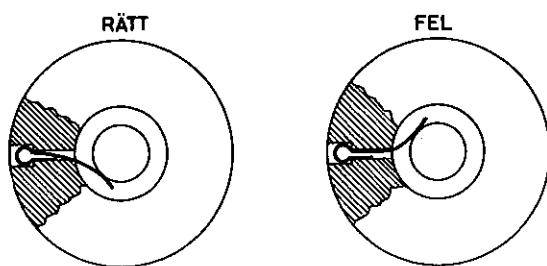

Bild 85. Släpkontaktens anläggning
6. Skjut av kuggremmen (2) från det lilla remhjulet.
7. Lossa skruvarna (6) på låsringen (8) och vrid axeltappen (7) så att kedjorna blir så slaka som möjligt.
8. Skruva loss de båda lagerbockarna (4).
- att vevaxeln träas in på rätt sida om släpkontakterna i kåphalvorna. Se bild 85. Byt släpkontakterna om de är slitna.